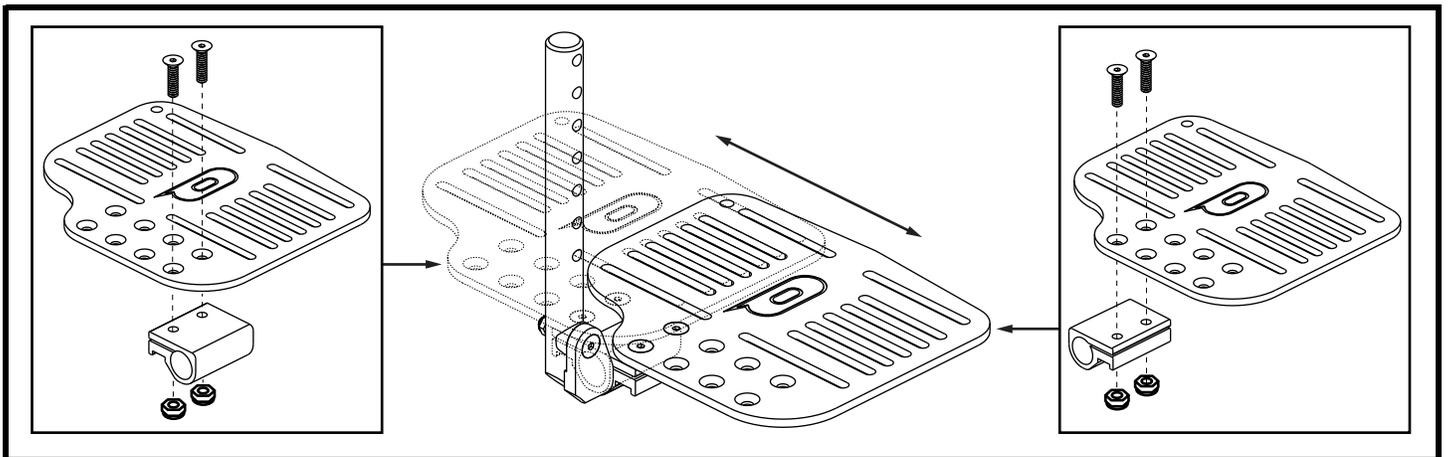

Figure 30. Réglage de la profondeur de la palette
1. Retirez les vis et les écrous du support de palette. **Voir la figure 30.**
3. Repositionnez la palette et son support sur la longueur désirée. **Voir la figure 30.**